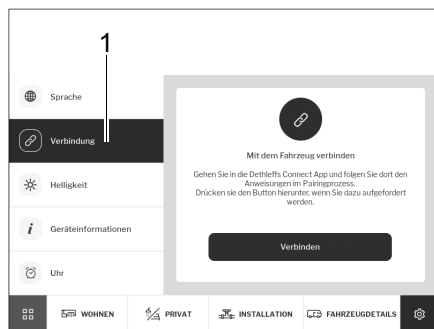

Fig. 280 Collegamento
- Digitare il pulsante *Collegamento* (Fig. 280,1). Viene visualizzata un'istruzione operativa che consente di collegare il dispositivo mobile al veicolo, vedi anche capitolo 9.17.1.